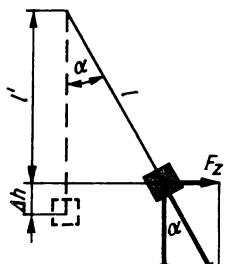

Bild 112
2. Bild 112. Aus $\tan \alpha = F_z/G$, $F_z = m \omega^2 r$ und $\omega = 2\pi/T$ folgt